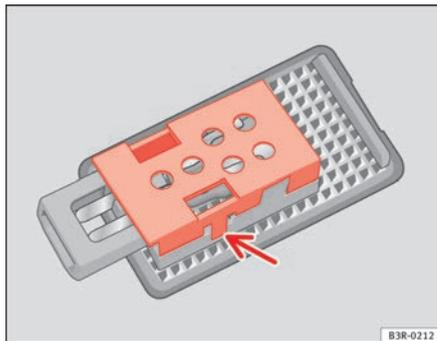

Fig. 220 Éclairage du coffre à bagages
- Déposez le cache de protection et retirez l'ampoule de son logement ⇒ fig. 220. ■